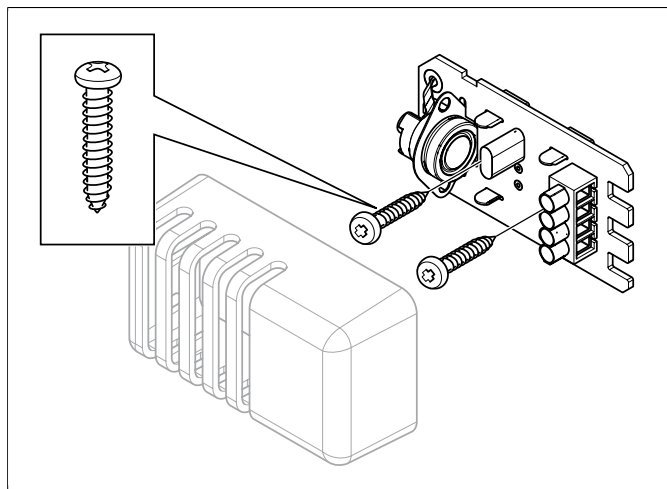

Fig 12: Montering sensorn
10. Montera sensorn på väggen se **Fig 12**, sidan 6. Dra skruvarna försiktigt så att kretskortet ej går sönder.